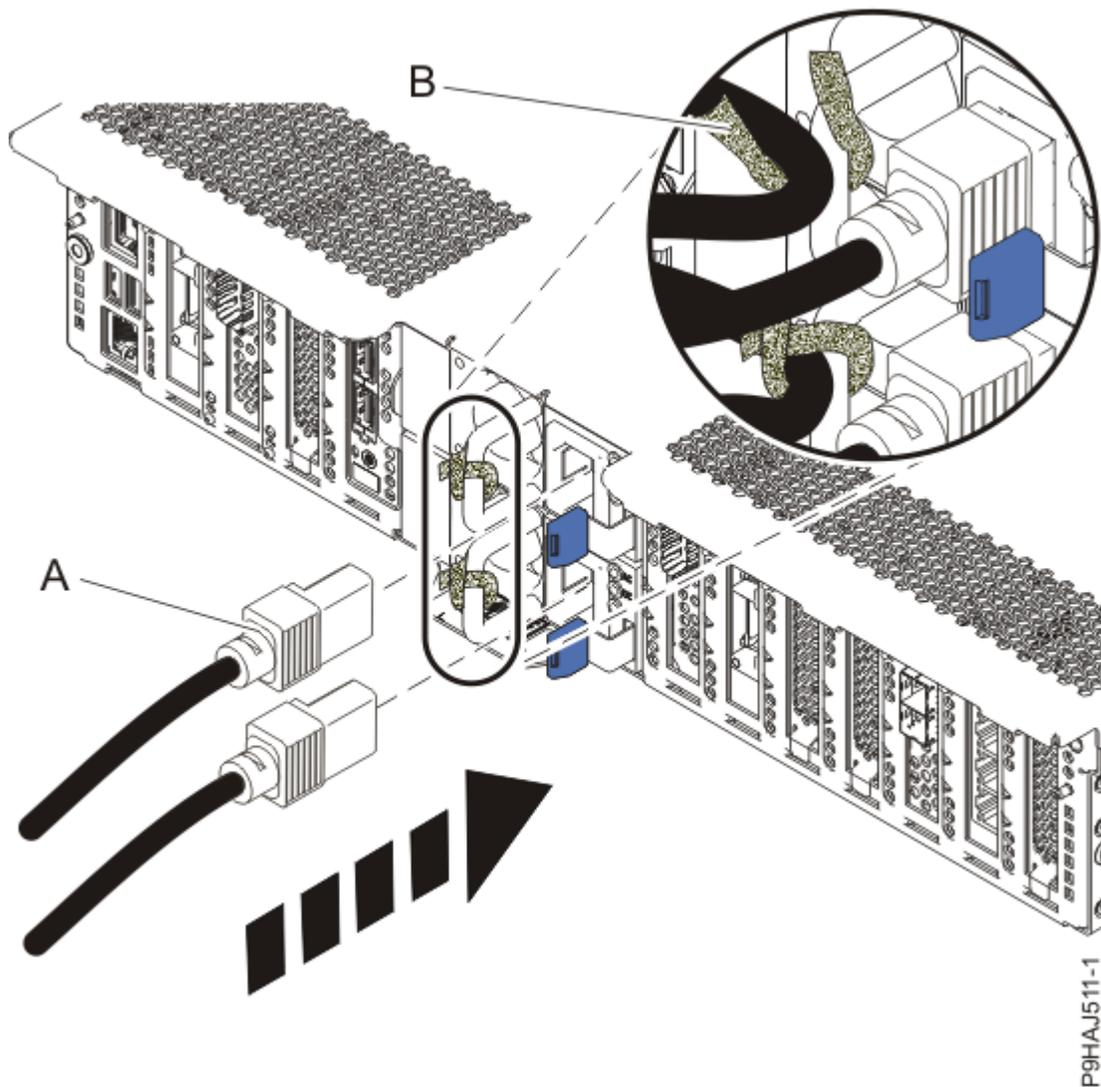

Figura 78. Conectar los cables de alimentación
5. Utilizando las etiquetas, vuelva a conectar los cables de alimentación **(A)** a la unidad del sistema. Sujete los cables de alimentación al sistema utilizando el mecanismo de sujeción **(B)**, tal como se muestra en la Figura 78 en la página 92.